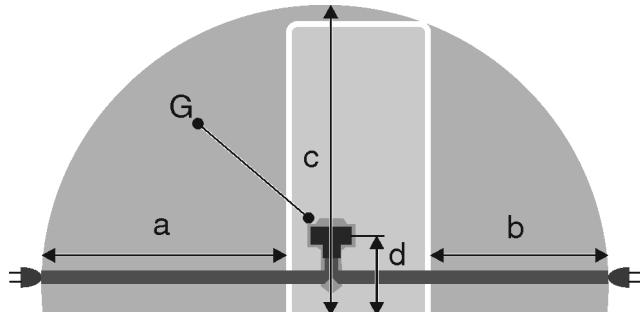

Fig. 25
- 插座位于给定区域内的设备后面板区域之外 Fig. 25 (a, b, c)。
- 将设备插头 Fig. 25 (G) 插入设备背面。确保正确地插入到位。